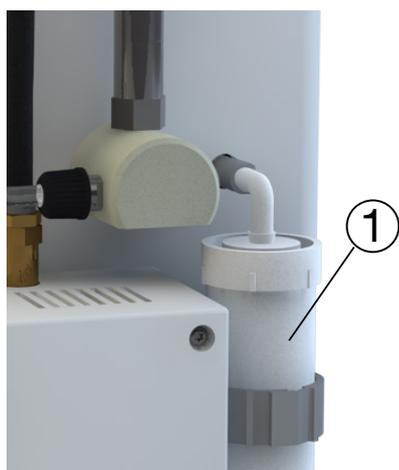

Figura 5.2: Il silenziatore sul retro dello strumento
- Assicurarsi che il silenziatore (① nella figura 5.2) sia riempito con fibre di poliestere e installarlo: